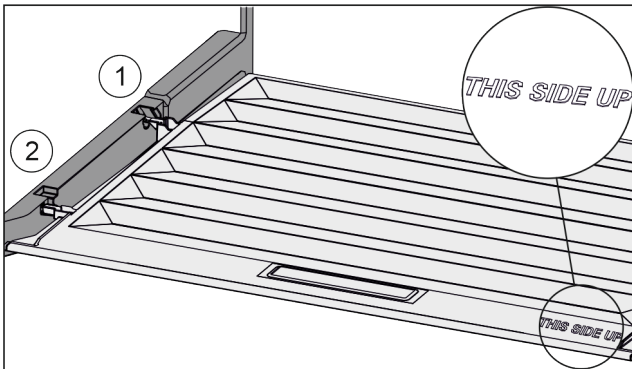

Fig. 51
- ▶ Вставити поперечні ребра через отвір заднього тримача Fig. 51 (1) і зафіксувати спереду у тримачі Fig. 51 (2).